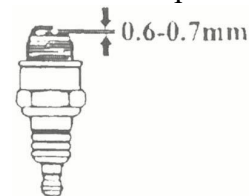

Рис. 18
3. Замерьте зазор свечи зажигания с помощью контактного датчика. Зазор должен быть 0.6~0.7мм (Рис. 18). Если необходима регулировка, аккуратно загните боковой электрод